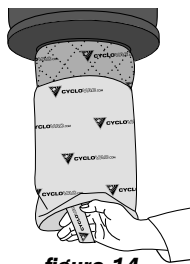

figura 14
2. Utilizar los ganchos en la base de los filtros para retirarlos (**figura 14**). Le recomendamos que limpie el filtro antibloqueo a cada vaciado del tanque. Podrá o sacudirlo o limpiarlo, según sea necesario. En el caso del filtro grueso puede lavarse cada cuatro vaciados, o sea una vez al año.